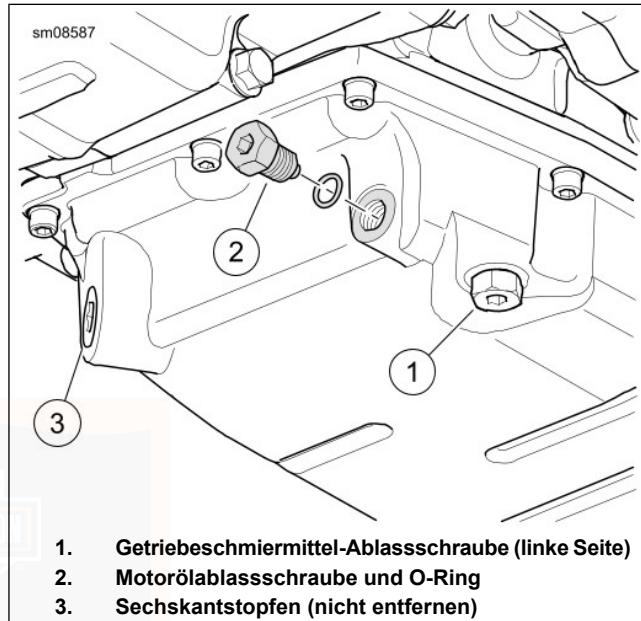

Abbildung 92. Ölwanne
- Siehe Abbildung 92. Die Ölabblassschraube (2) und den O-Ring entfernen. Das Öl vollständig ablaufen lassen.